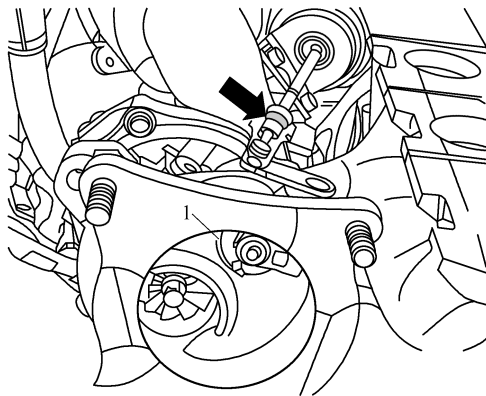

图 2-6-4 调整拉杆螺母
- 7) 调整拉杆上的调节螺母(图 2-6-4 箭头所指), 使旁通风门 1 可以用手转动, 用手拧紧防松螺母, 如图 2-6-4 所示。